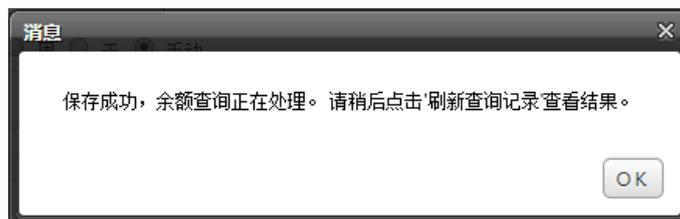

图3-71 保存成功
1. 根据实际使用的运营商，填写**运营商号码**和**业务代码**，选择**查询周期**，点击**保存**并查询；出现以下对话框，如图 3-71 所示。